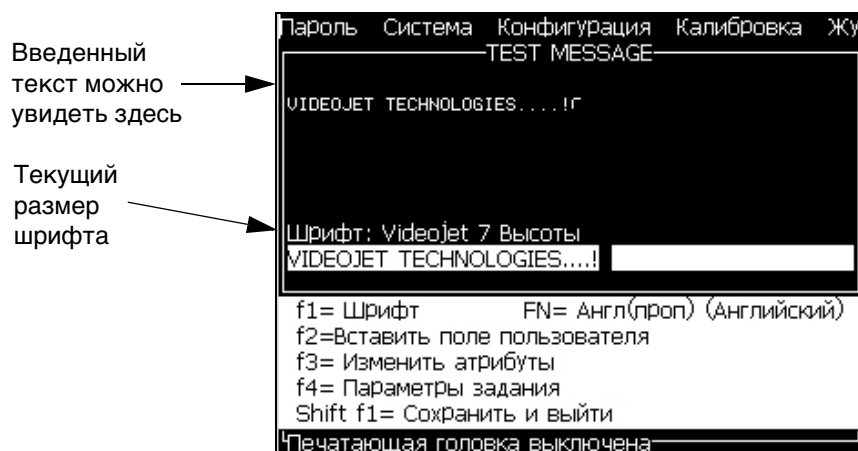

Рисунок 5-5: Создание нового сообщения
- 4 Нажмите кнопку *Enter* (ввод). Появится окно “Message Editor” (редактор сообщений) (смотрите Рисунок 5-5 на странице 5-22).